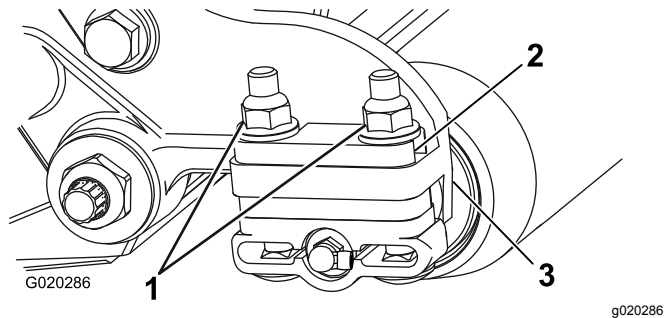

図 12
17. 各ローラブラケットをサイドプレートに固定している2本のフランジロックナットを外す 図 12。